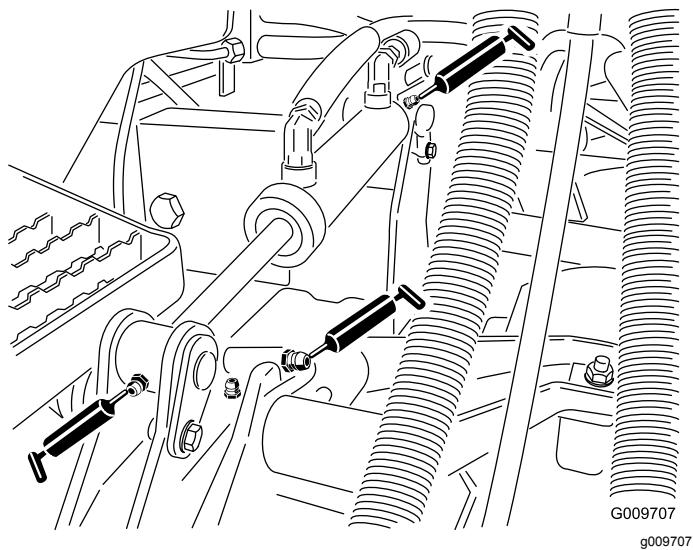

Figura 22
- Casquillos de los brazos de elevación (1Figura 22 por carcasa) () .
- Casquillos de los cilindros de elevación (2Figura 22 por carcasa) () .